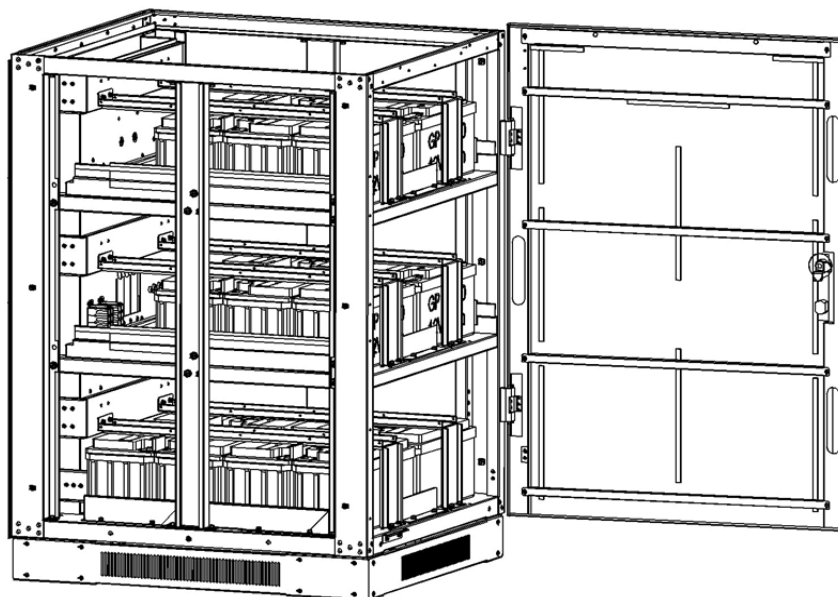
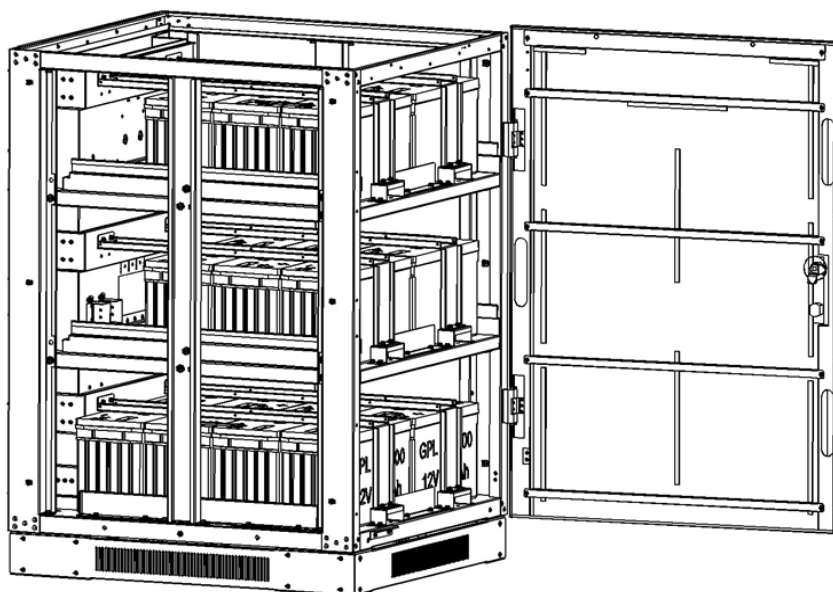

Figura 5-15: Modelo BP240V65-NIB
Figura 5-16: Modelo BP240V100-NIB
7. Reinstale todos los soportes y tornillos de retención de la batería (Figura 5-15: Modelo BP240V65-NIB o Figura 5-16: Modelo BP240V100-NIB).